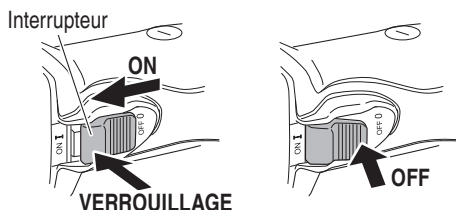

Fig. 9
2. Mettez la meuleuse en marche (Fig. 9)
Mettez la meuleuse à l'arrêt (Fig. 9)